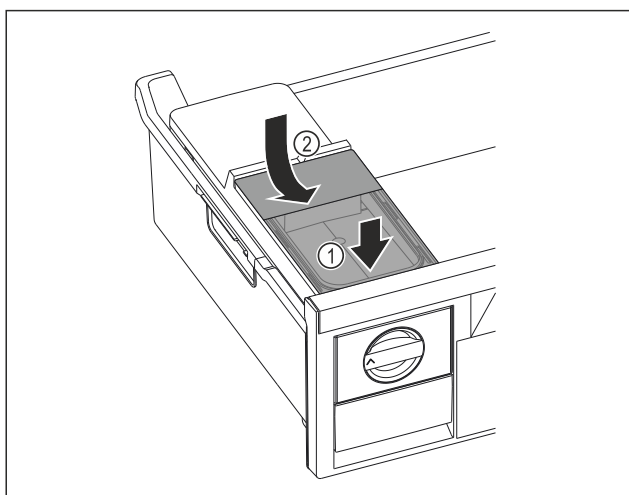

Fig. 43
- ▶ Установите бак для воды спереди. Fig. 43 (1)
- ▶ Опустить бак для воды сзади. Fig. 43 (2)